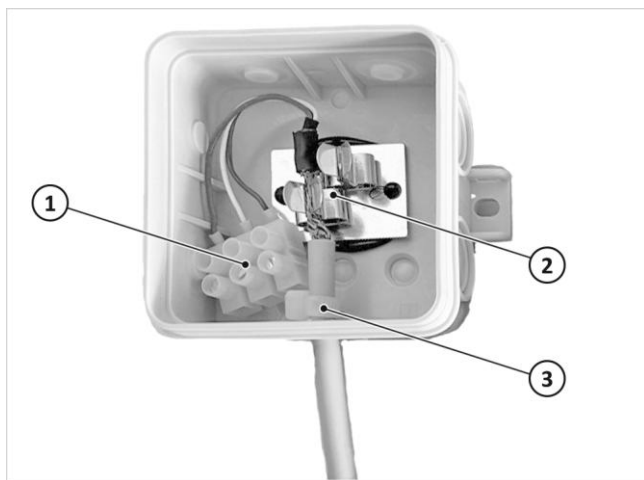

Fig. 112: fissaggio scatola di distribuzione Modbus
7. Applicare le fascette serracavi accluse per scaricare la trazione della conduttura in direzione della pompa di calore come in *Fig. 112* (3).